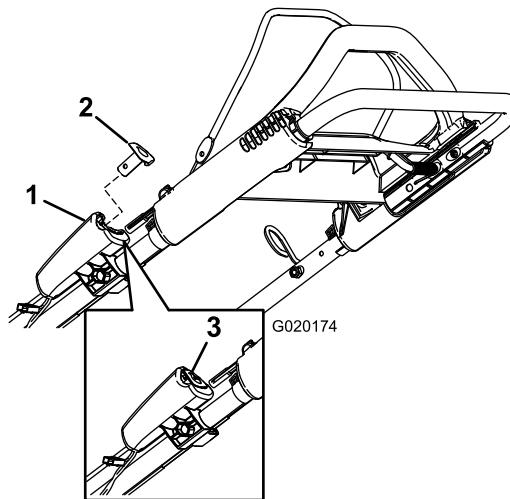
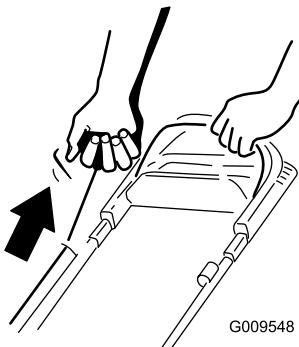

Figura 12
Figura 13
2. Pulse el botón de arranque eléctrico (Figura 12) (modelos de arranque eléctrico solamente) o tire de la cuerda del arrancador de retroceso (Figura 13).
Nota: Si se ha retirado el botón de arranque eléctrico, introduzcalo en el arrancador eléctrico; consulte Figura 12 (modelo de arranque eléctrico solamente).
Nota: Cuando tire del arrancador de retroceso, debe tirar suavemente hasta que note resistencia; luego tire con fuerza (Figura 13). Deje que la cuerda vuelva lentamente al manillar.